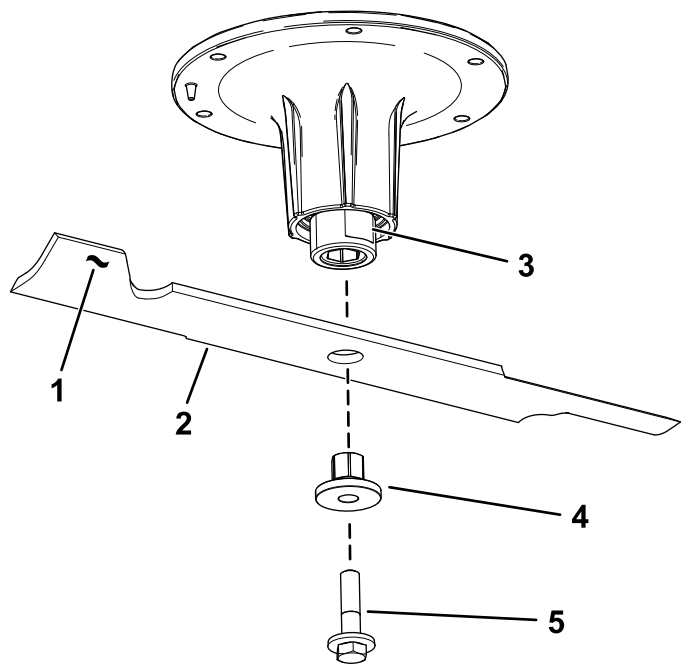

Bild 77
2. Entfernen Sie die Messerschraube, Buchse und das Messer von der Spindelwelle (**Bild 77**).